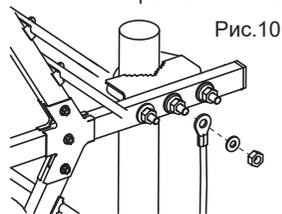

Рис.10
8. Закрепите провод заземления на узле крепления антенны см.рис. 10.